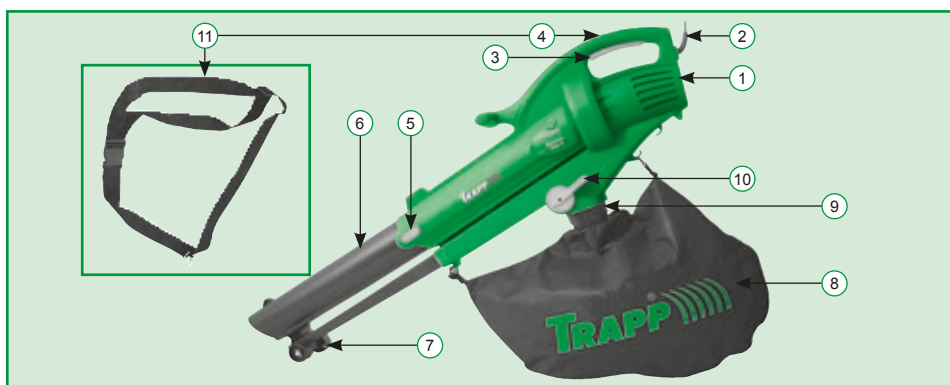

Figura 1
O soprador/aspirador é provido de um suporte para o ombro (Figura 1, item 5 e 12), para reduzir a fadiga e dar conforto durante o uso do soprador/aspirador, podendo ser usado na posição que melhor convier ao operador. Monte-o engatando a fivela de metal (h) do suporte para o ombro na parte superior do corpo principal do soprador/aspirador, como mostra a figura 6.
Solte a mão que pressiona o gatilho interruptor (Figura 1, item 3) e o soprador/ aspirador vai parar.